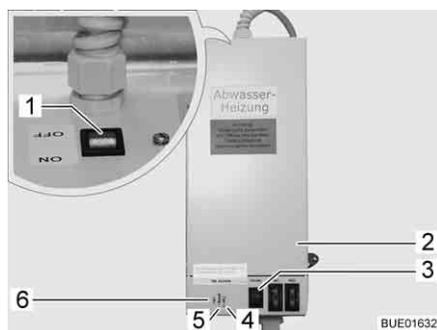

Fig. 209 Trasformatore con apparecchio di regolazione
Il trasformatore 230 V AC/12 V DC (Fig. 209,2) è montato, a seconda del modello, nell'armadio guardaroba o nella cassapanca della dinette.
- La spia di controllo (Fig. 209,5) diventa verde: Regolatore in funzione.
- Le spie di controllo (Fig. 209,4 e 6) diventano rosse: Le tubazioni delle acque grigie vengono riscaldate.
Nell'involucro è incorporato un pulsante di prova (Fig. 209,3) che consente di mettere in funzione brevemente l'apparecchio di regolazione. La pressione sul pulsante di prova consente di testare il funzionamento del riscaldamento anche quando la temperatura ambiente è superiore a 5 °C.
- Posizionare su "ON" l'interruttore (Fig. 209,1) sul trasformatore (Fig. 209,2).
- Posizionare su "OFF" l'interruttore (Fig. 209,1) sul trasformatore (Fig. 209,2).